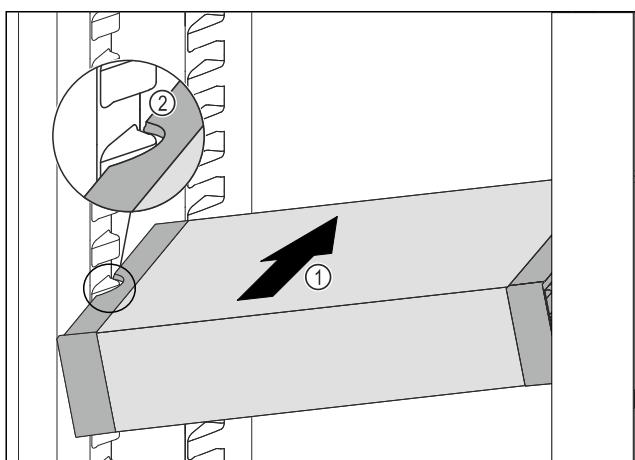

Fig. 93
- Вкарайте VarioSafe под ъгъл в хладилната част Fig. 93 (1), докато страничните прорези Fig. 93 (2) на VarioSafe се намират на височината на реброто на съда в хладилната част.